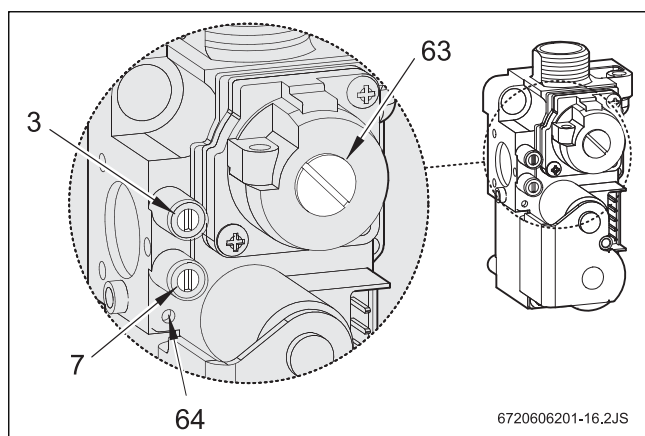

Fig. 27 Automático de gás
- ▶ Desmontar a cobertura do parafuso de regulação do gás (63) (Fig. 27 ).
- ▶ Tratando-se de gás natural: regular o consumo MAX com o parafuso de regulação (63) (Tab. 12 ).